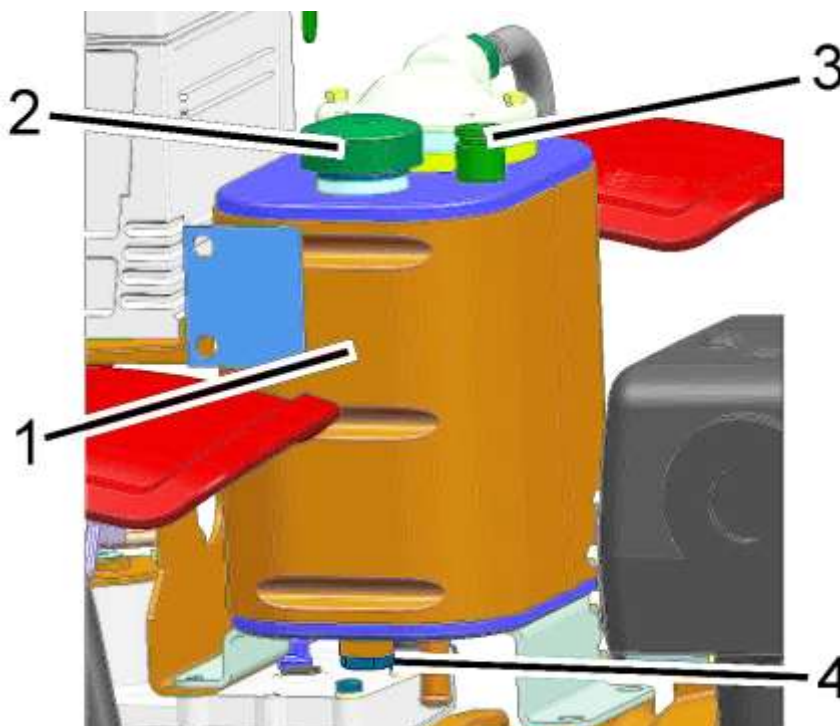

Рисунок 6.4.8 – Замена масла в гидросистеме
- отверните пробку маслозаливного отверстия 2 (рисунок 6.4.8) и сливную пробку 4, слейте из маслобака масло в специальную емкость для отработанного масла;